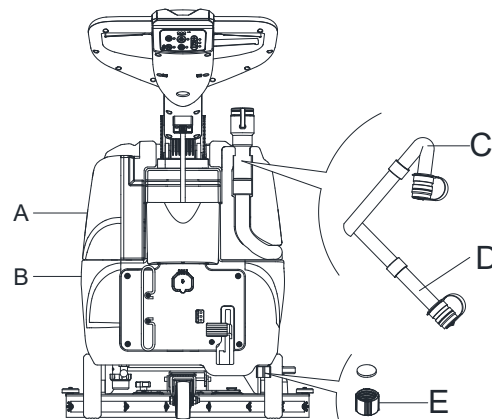

Figura 11
Al vaciar el agua residual, el tubo de aspiración de los residuos se debe doblar (C, Figura 11) y bajar a una posición más baja (D, Figura 11), a continuación, abra la tapa del tubo de aspiración de residuos para vaciar el agua. Evite que la boca del tubo de aspiración de residuos esté orientada hacia arriba para drenar el agua verticalmente. Esto es para prevenir que las aguas residuales salpiquen al operador.
8. Vacíe el depósito de solución detergente con la tapa de salida (E, Figura 11). Después del uso, enjuague el depósito con agua limpia.
2. Vacíe los depósitos (A y B, Figura 11) tal y como se indica en el párrafo anterior.